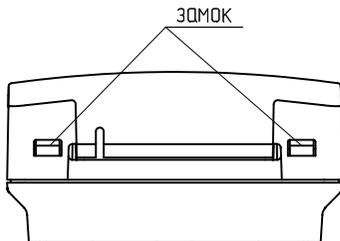

Рисунок 3
6.8 Для установки извещателя необходимо отсоединить корпус от основания, нажав отверткой на замки (см. рисунок 3). (При этом кнопка должна быть в рабочем состоянии).